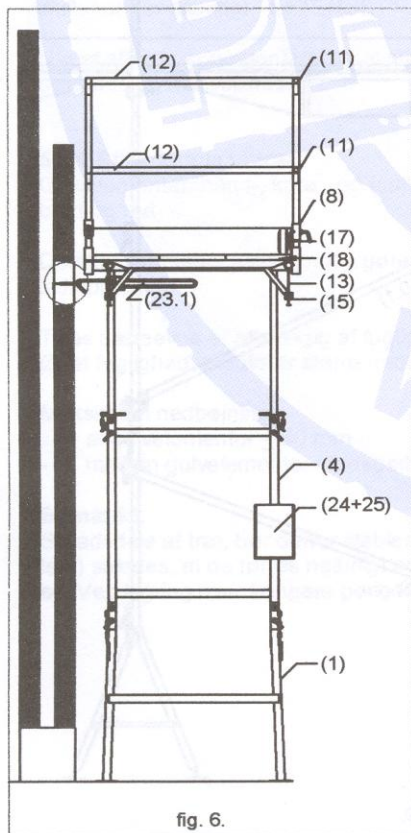

fig. 6.
4.4.0 Gulvhøjde fra 2.10 til 2.90 meter (fig. 6 og 7).